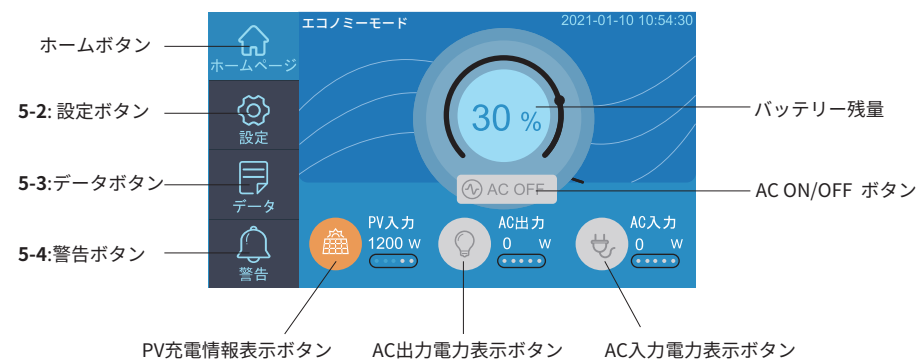
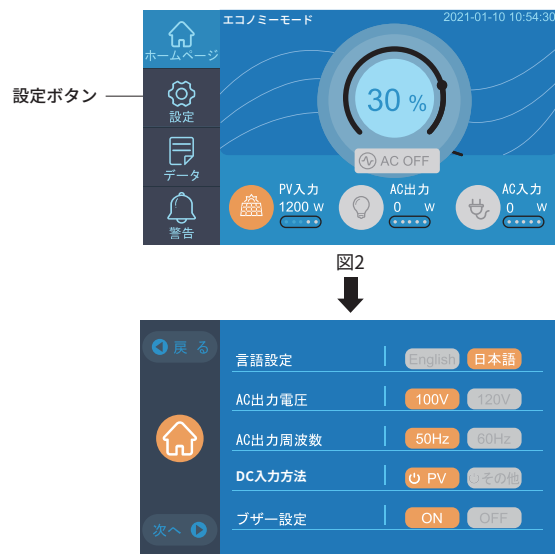
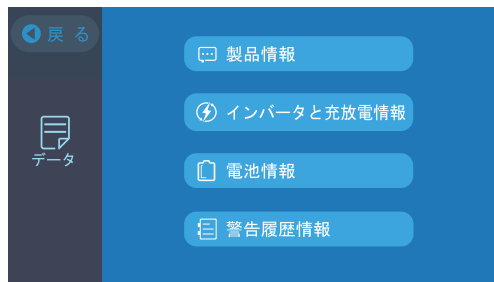

図2 タッチパネルのメイン画面
図3
図10
- (1)電源オン：主電源ボタンを押すと、主電源ボタンの表示灯が点灯後タッチパネル上のインジケータが点灯し、スタンバイ状態になります。図 2 のタッチパネル上にボタンが表示され、選択することができます。
- (2)電源オフ：主電源ボタンを 2 秒以上押し続けると、主電源ボタンの表示灯が消え、タッチパネルが消灯して、主電源がオフになります。
- (3)AC 出力スイッチはタッチパネル上で操作が可能です。(図 2 参照) タッチパネルに表示されている「AC ON/OFF」ボタンを押すと、AC 出力のオン / オフを切り替えることができます。
1. 主電源ボタンを押すと、図2のホーム画面が表示されます。
2. 図2のタッチパネル上で設定ボタンを押すと、図3の設定画面が表示されます。
ホームボタンを押し、図2のホームに戻りデータボタンを押すと本機の機械情報見ることができます。(図10)
本機にエラーが発生すると、ホーム（図2）の警告ボタンが赤くなり、アラーム音が鳴ります。警告ボタンを押すと現在のエラー情報を表示します。